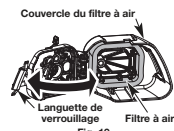

Fig. 19
1. Pour ouvrir le filtre à air, appuyez sur la languette de verrouillage et tirez ensuite sur le couvercle du filtre à air (Fig. 19).
2. Retirez le filtre à air (Fig. 19).
6. Remettez le filtre à air dans le couvercle du filtre à air (Fig. 19).
7. Pour refermer le couvercle du filtre à air, pivotez-le vers la gauche, puis appuyez dessus jusqu'à ce que la languette de verrouillage s'enclenche (Fig. 19).